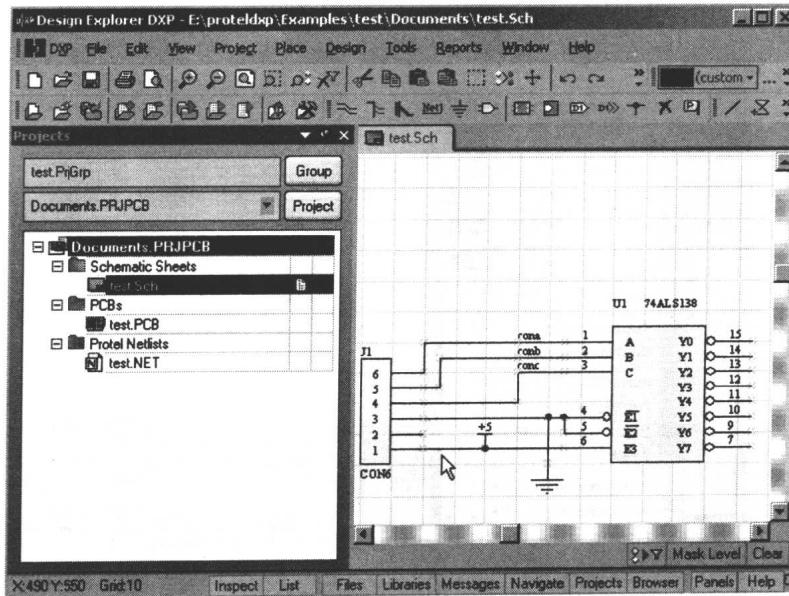

图 1-8 打开 Protel 99 的数据库文件 test.ddb
(2) 在双击 Protel 99 的数据库文件 test.ddb, 单击 Yes 按钮后会出现如图 1-8 所示的结果。